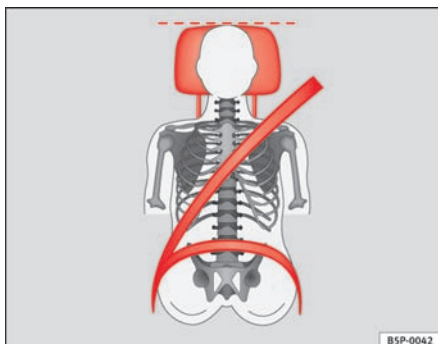

Fig. 13 Korrekt placering af sikkerhedssele og hovedstøtte set forfra
- Selens skulderdel skal sidde midt på skulderen og aldrig hen over halsen. Sikkerhedssele skal sidde fladt og tæt ind til overkroppen ⇒ side 25, fig. 13.